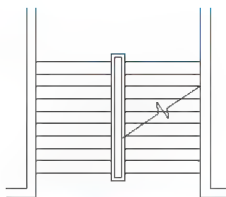

图 2.122 绘制楼梯折断线
⑤ 关闭【正交】功能,启动【多段线】命令(快捷键PL),将图绘制成图2.122所示的状态。